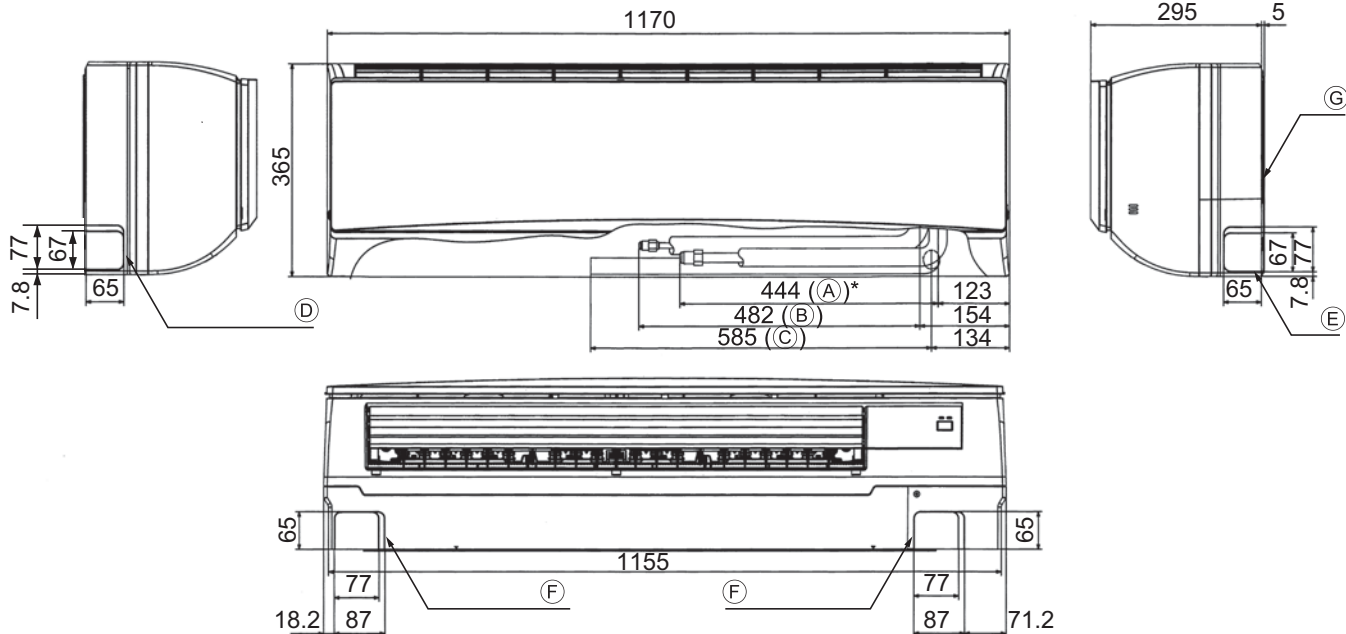

Fig. 4-2
4.2. Anordnung der Kältemittel- und Ablassrohrleitungen (Fig. 4-2)
- (A) Gasrohr * Verweist auf den Zustand mit angeschlossenem Zubehör.
- (B) Flüssigkeitsrohr
- (C) Ablaufschlauch
- (D) Ausschlagöffnung für linke Rohrleitung
- (E) Ausschlagöffnung für rechte Rohrleitung
- (F) Ausschlagöffnung für untere Rohrleitung
- (G) Montageplatte (1)